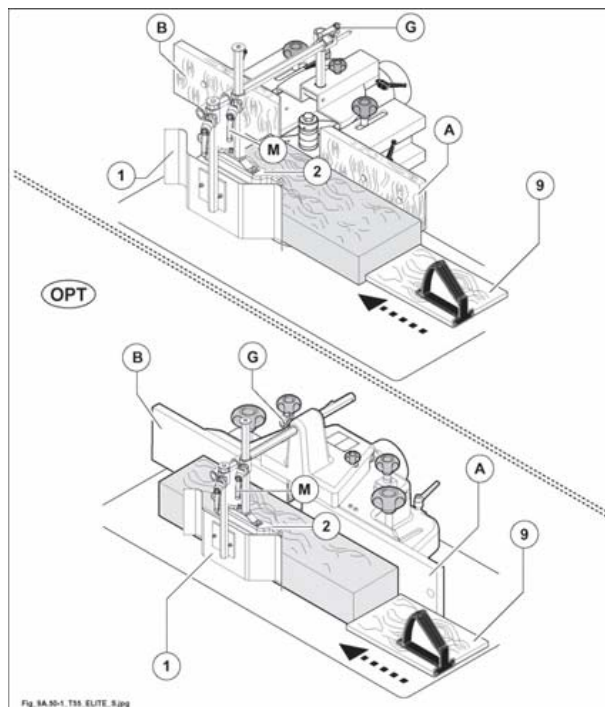

Fig. 9.50-1
- Regolare le semiguide (A e B fig. 9.50-1) secondo il diametro esterno dell'utensile.
Regolare la posizione del pressatore orizzontale (1 fig. 9.50-1) e verticale (2 fig. 9.50-1) in appoggio sul pezzo da lavorare procedendo come segue:
- allentare la maniglia (G fig. 9.50-1) e regolare trasversalmente il pressatore (1 fig. 9.50-1) in base alla larghezza del legno da lavorare.
- Allentare la maniglia (M fig. 9.50-1) e posizionare il pressatore verticale (2 fig. 9.50-1) sul legno mantenendolo il più vicino possibile alla fresa.
- Serrare la maniglia (M fig. 9.50-1) a regolazione avvenuta.
- allentare il pomello (G fig. 9.50-1) e regolare trasversalmente il pressatore (1 fig. 9.50-1) in base alla larghezza del legno da lavorare.
utilizzare uno spingitore piatto (9 fig. 9.50-1) (non fornito da SCM) per facilitare il passaggio finale dei pezzi sotto il pressatore orizzontale (1 fig. 9.50-1).